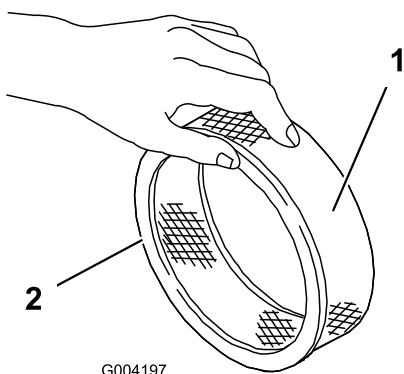

Figura 146
5. Controllate che il filtro in carta non sia strappato, che non abbia strati untuosi e che la guarnizione in gomma non sia danneggiata (Figura 146).